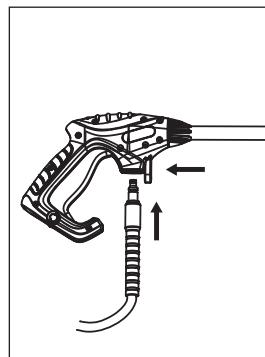

Ilustración 8 - Fije la manguera de alta presión a la pistola
6. Fije la manguera de alta presión a la pistola (ver la ilustración 8).